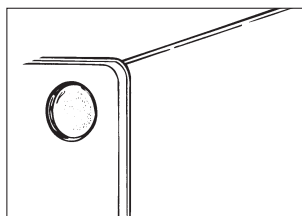

Fig. 3
3. Tire de la lámpara para retirarla del portalámparas. Reemplace la lámpara por otra similar de 25 - 40 W. (Para aumentar la vida útil de la lámpara nueva, evite tocarla con la mano desnuda; utilice guantes o un paño seco) – Utilizar lámpara del tipo halógenas G9 (Fig. 3).